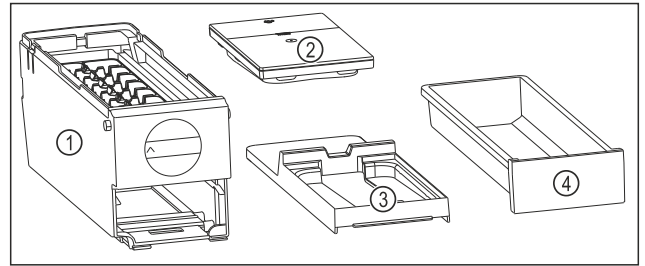

Fig. 80 Componentes del EasyTwist-Ice
- ▷ El EasyTwist-Ice está desmontado en cuatro piezas. (consulte Fig. 80)
- ▶ Desmontar el EasyTwist-Ice solo en los componentes mostrados. (consulte Fig. 80)
- ▶ Limpiar el cuerpo del EasyTwist-Ice Fig. 80 (1) en su totalidad.